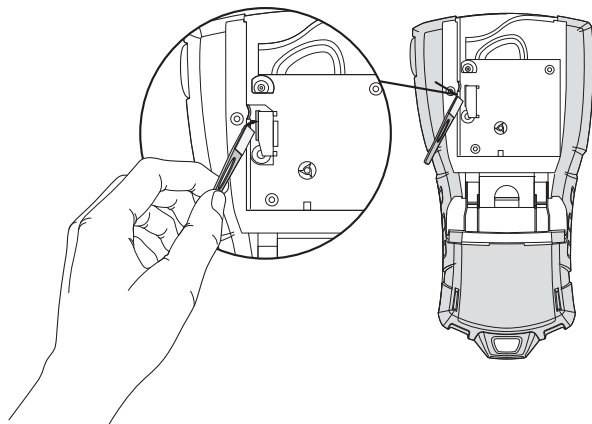

Figura 7
3. Pulire delicatamente la testina di stampa con il lato morbido dell'utensile. Vedere la Figura 7.